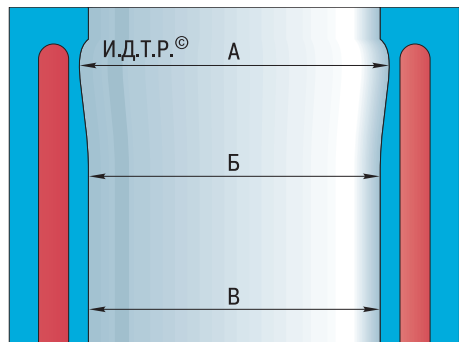

Рис. 5.30. Схема измерения цилиндров: А – пояс наибольшего износа; В – зона измерения после растачивания и хонингования; В – пояс наименьшего износа
3. Определите нутромером фактические диаметры цилиндров. Диаметр цилиндра измеряйте в трех поясах (рис. 5.30). В каждом